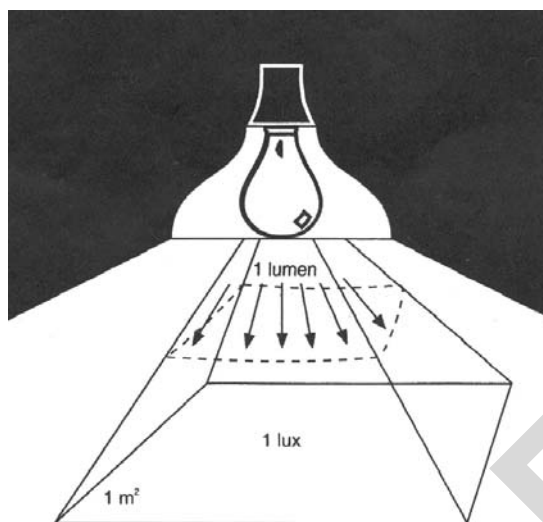

Рис. 7. Иллюстрация освещенности ( $E$ )
*Пример.* Если поверхность площадью ( $A$ ) =  $1\text{ м} \cdot 1\text{ м} = (1\text{ м}^2)$  равномерно освещается световым потоком, равным 1 люмен (см. рис. 7), освещенность будет равна